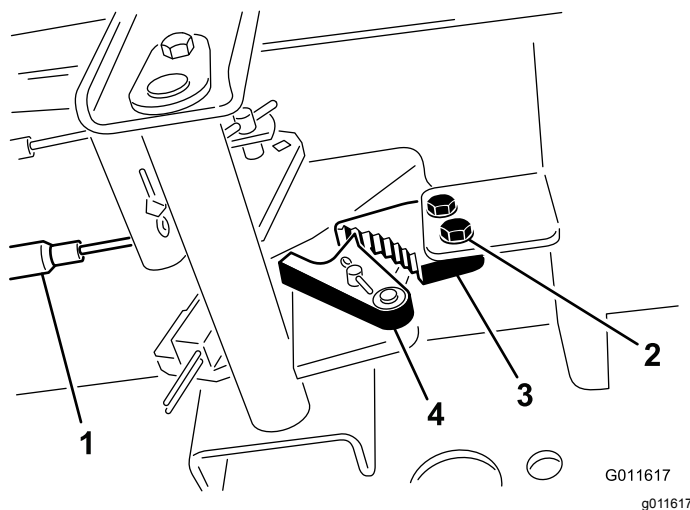

図 64
1. 駐車ブレーキのツメをフレームに固定しているねじ2本をゆるめる図 64。
2. ブレーキのツメが戻り止めに完全に掛かるまで駐車ブレーキペダルを前に踏み込む図 64。